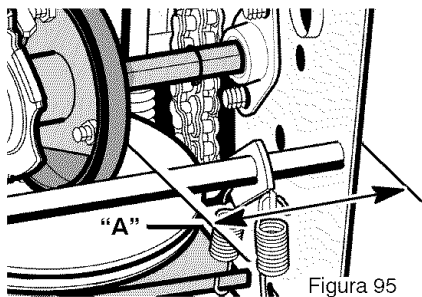

Figura 95
7. Fíjese en la posición de la **rueda de fricción** (consulte la Figura 95). La distancia correcta “A” desde el lado derecho de la **rueda de fricción** hasta la parte exterior de la caja del motor es la siguiente:
3. Mueva la **rueda de fricción** a la posición correcta (Figura 95).